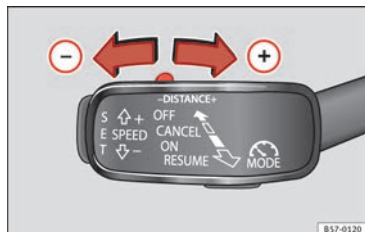

Fig. 181 Leva di comando: regolare la distanza.
- Per indicare la distanza attualmente programmata, premere brevemente il tasto doppio ►► **fig. 181**.